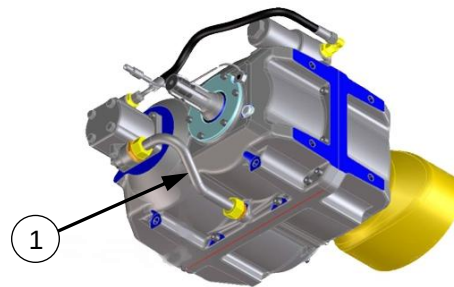
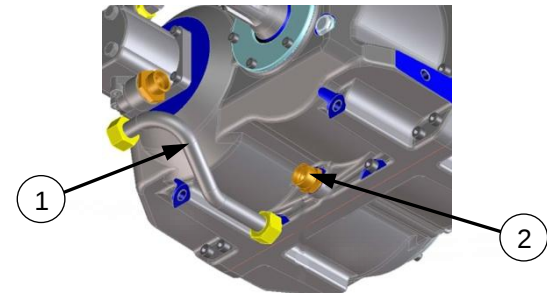
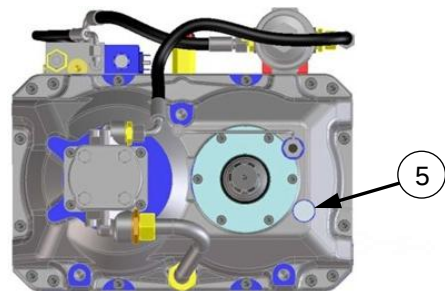

Abb. 4
Abb. 5
Abb. 7
3. Saugleitung (1) der Ölpumpe demontieren – siehe Abb. 4 & Abb. 5
4. Das Öl läuft durch den Anschluss für die Saugleitung (2) am Getriebe heraus – warten bis kein Öl mehr austritt
5. Filtergehäuse (3) öffnen und den Filtereinsatz austauschen.
7. Saugleitung (1) wieder fachgerecht an Ölpumpe und Getriebegehäuse montieren – siehe Abb. 4
8. Öffnen des Öleinfüllstutzens (4) am Getriebe und ca. 8 Liter Getriebeöl gemäß unter Pkt. 4.2 genannter Spezifikation auffüllen – ggf. einen Trichter zur Hilfe nehmen
9. Der Füllstand des Getriebeöls muss im Ölschauglas (5) zu sehen sein – siehe Abb. 7
11. Ölstand nach ca. 5 Betriebsstunden erneut prüfen. Der Ölstand muss im Ölschauglas (5) zu sehen sein. Ggf. Ölstand korrigieren.